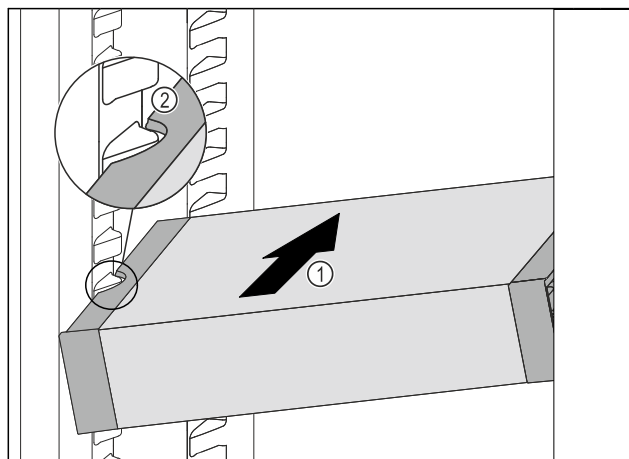

Fig. 127
- ▶ Introduzca el VarioSafe en posición oblicua en el compartimento del frigorífico Fig. 127 (1) hasta que los huecos laterales Fig. 127 (2) del VarioSafe se encuentren a la altura de la nervadura del recipiente en el compartimento frigorífico.